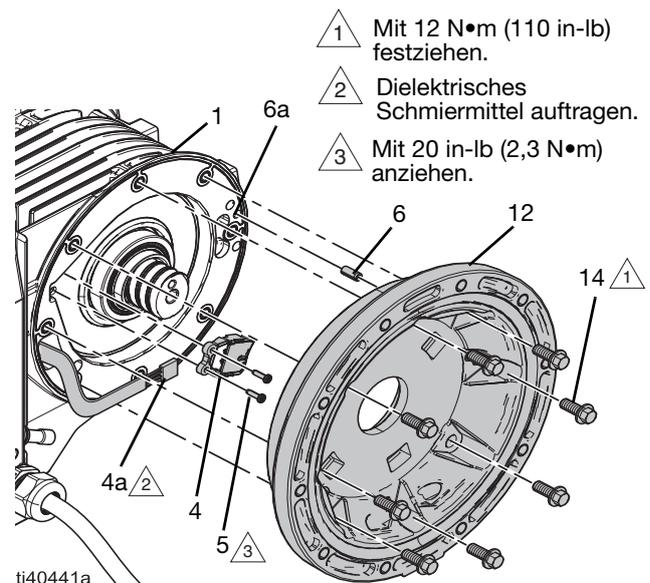

ABB. 17: Motorsensor
2. Montieren Sie vorsichtig die sensoreseitige Statorkappe (12):
- a. Bauen Sie eine neue Dichtung (11) in die Statorkappe (12) ein.
- b. Richten Sie den Stift (6) in der Statorkappe (12) auf das Stiftloch (6a) am Statorgehäuse (1) aus und setzen Sie die Statorkappe (12) vorsichtig ein. Vergewissern Sie sich, dass die Statorkappe richtig eingesetzt ist. Siehe ABB. 17
Siehe ABB. 17 und ABB. 19.